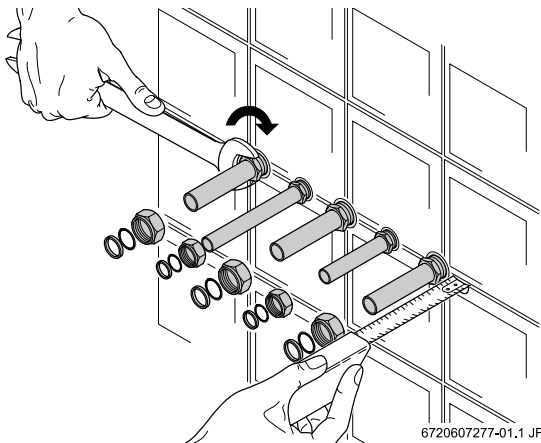

Fig. 1 Fixarea si taierea tevilor cu nipluri
- ▶ Insurubati cele 5 tevi cu nipluri in mufele filetate din perete, ca in Fig. 1.